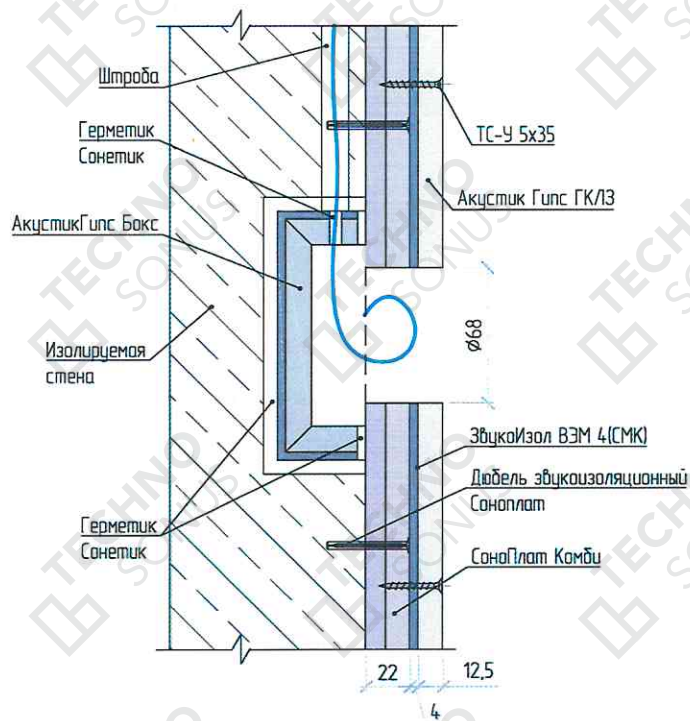

Рисунок 9 – Устройство звукоизоляции розеток в каркасной облицовке «Слим Премиум».
6.7. Звукоизоляционные подрозетники АкустикГипс Бокс устанавливаются в конструкцию бескаркасной звукоизоляции стены «Слим Премиум» с соблюдением следующей последовательности (рисунок 9):